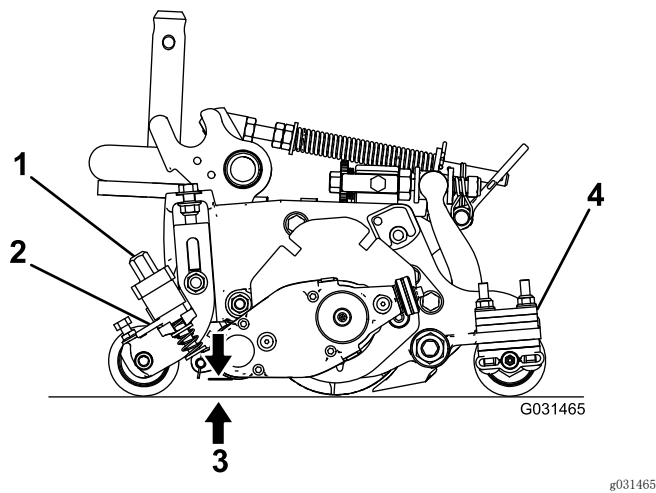

图20
- 3. 旋转快速升起联杆（图20）至接合位置（手柄朝向滚刀组的前面）。
- 4. 在疏草刀滚刀的 1 个端部，测量从疏草刀刀片的最低刀尖到工作表面的距离（图20）。旋转高度调节旋钮（图20），提升或降低疏草刀刀尖至想要的疏草高度。